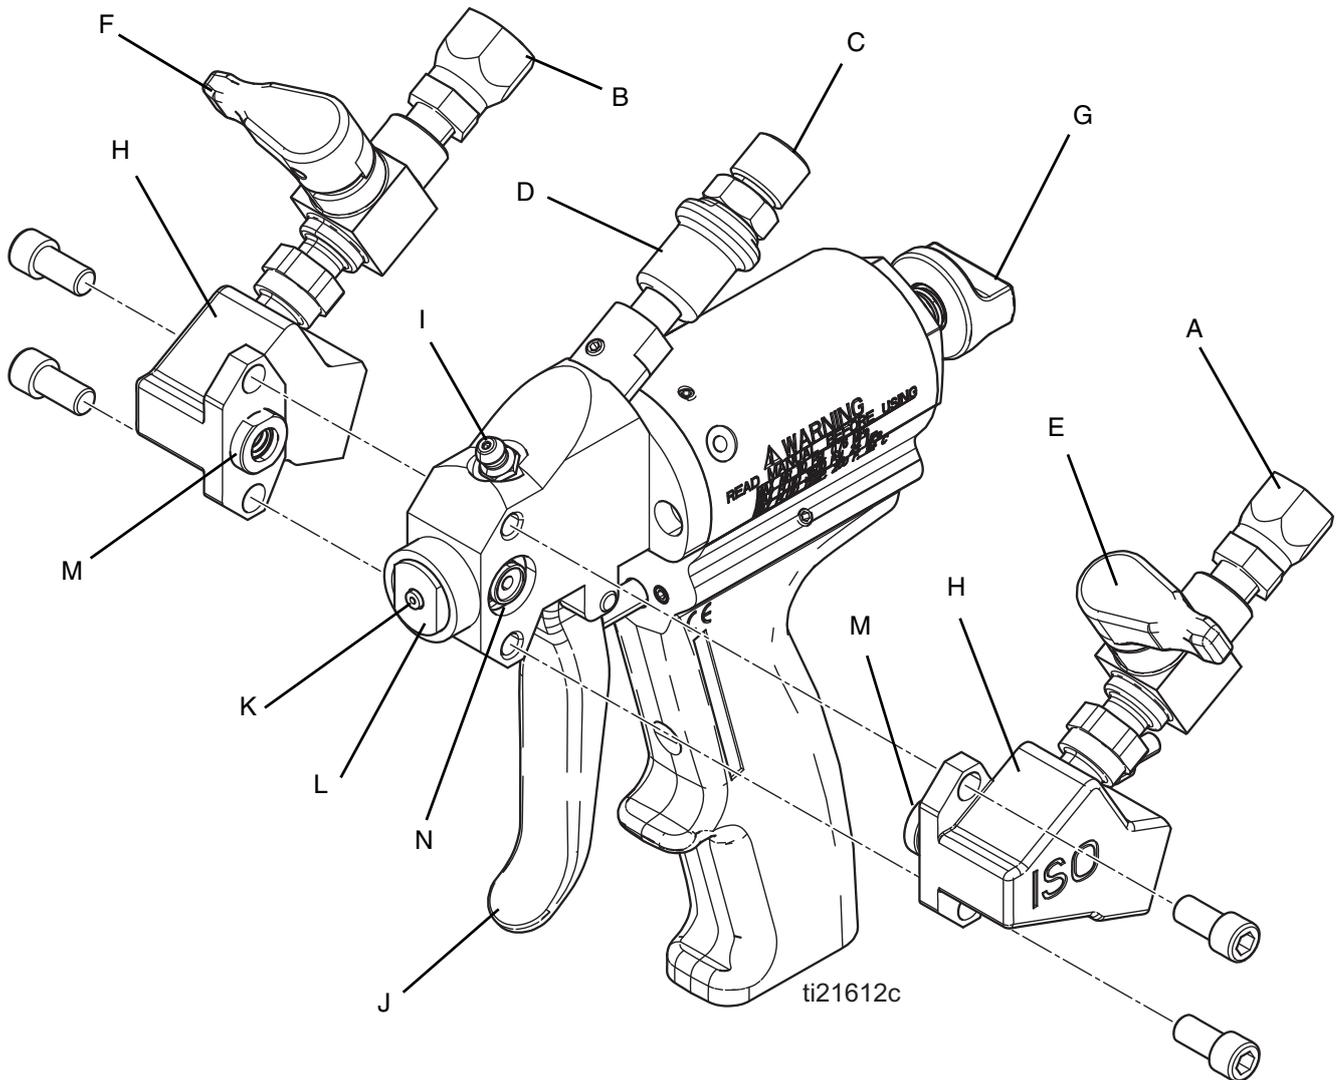

FIG. 1 Componentes de la Probler P2
3. Ponga el bloqueo de seguridad del pistón (G). Consulte **Bloqueo de seguridad del pistón**, página 12.
4. Conecte la manguera del lado A del isocianato a la conexión JIC ISO (A) y la manguera del lado B de resina a la conexión JIC RES (B) en la P2. Consulte la FIG. 1, página 8.
5. Conecte la manguera de suministro de aire NPS de 1/4 pulg. incluida con la P2 a la conexión de la manguera de aire de suministro (C). Consulte la FIG. 1, página 8.